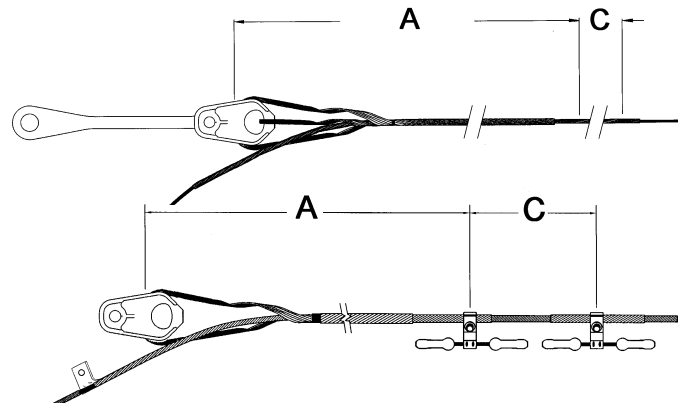

**Figura 4.2b: Posicionado del primer amortiguador, 50 mm. (2 pulgadas) a partir del extremo de las varillas de protección.**
La Figura 4.2b muestra la distancia mínima requerida a partir del extremo de la varilla de 50 mm (2 pulgadas).
**Nota:** Más de un conjunto de Varillas de Protección aumenta la rigidez en proximidades del cuerpo del herraje de fijación. En consecuencia, el primer Amortiguador está típicamente posicionado por lo menos a 50 mm ó 2" después del extremo de las varillas de protección externa, tal como se muestra en la Figura 4.2b.